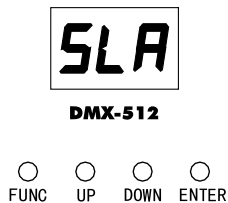

Fig.7
- Premere il tasto FUNC fino a quando sul display non appare [SLA] (fig.7).